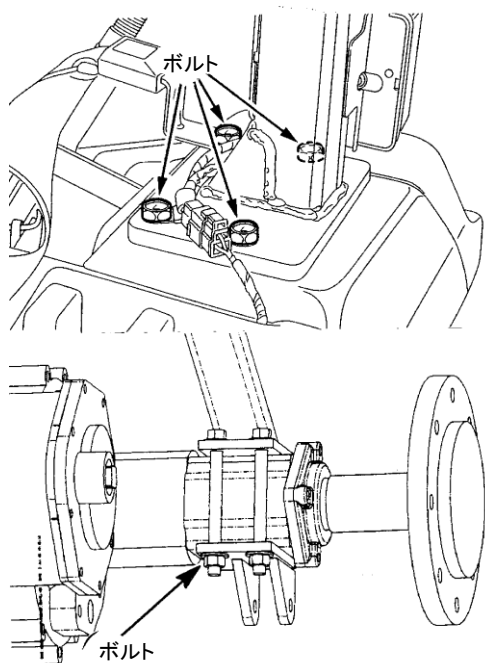

図65 ボルト/ナットの取り付け
1. 安全フレームの後車軸ケースへの取り付けボルトの、トルクをチェックします(図65)。フロント側ボルトは、 $74.5\text{ N}\cdot\text{m}$ 、リヤ側ボルト(図示なし)は $166\text{ N}\cdot\text{m}$ に締め付けなければなりません。
2. フェンダ取り付けボルトの安全フレームのトルクもチェックします(図65)。ボルトを $74.5\text{ N}\cdot\text{m}$ の正しいトルクに締め付けます。